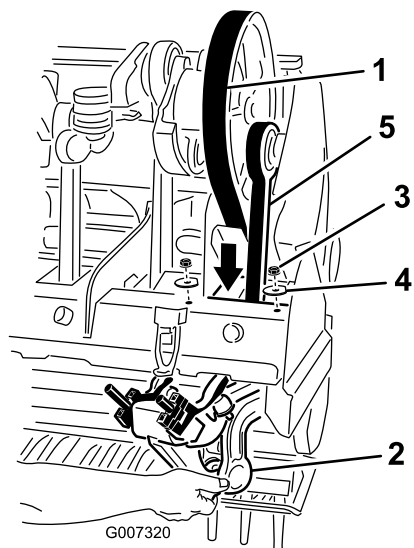

Figura 39
5. Afloje y retire las 2 contratuercas y arandelas que sujetan el amortiguador rotalink para el brazo de taladros n.º 1 (Figura 39).
7. Pase la correa de transmisión a través del bastidor del cabezal de perforación y alrededor del extremo inferior del brazo de taladros n.º 1 (Figura 39).